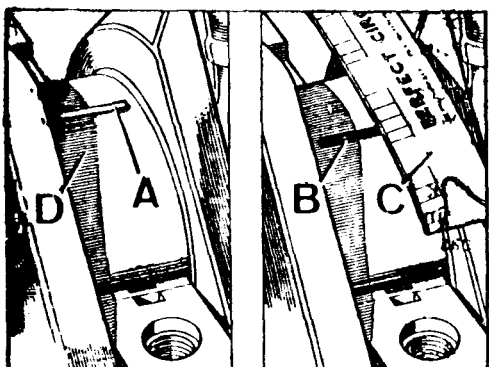

Fig. A1-113 Comprobación del juego entre los cojinetes y los muñones del cigueñal
- 1.10. Una vez ajustado el juego longitudinal se verificará el juego entre los cojinetes y los muñones del cigueñal. Colocar en cada muñón un trozo de plastigage, A (Fig. A1-113). Instalar todas las tapas, dándoles a los tornillos el apriete indicado. Desmontar nuevamente las tapas y medir el ancho, B, del plastigage con la escala impresa en la funda del citado producto. La medida obtenida deberá ser de 0,020 a 0,067 mm. Después se limpiará perfectamente el plastigage con gasolina.